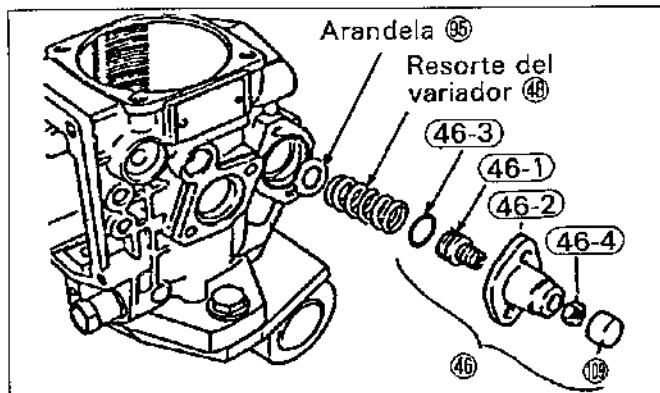
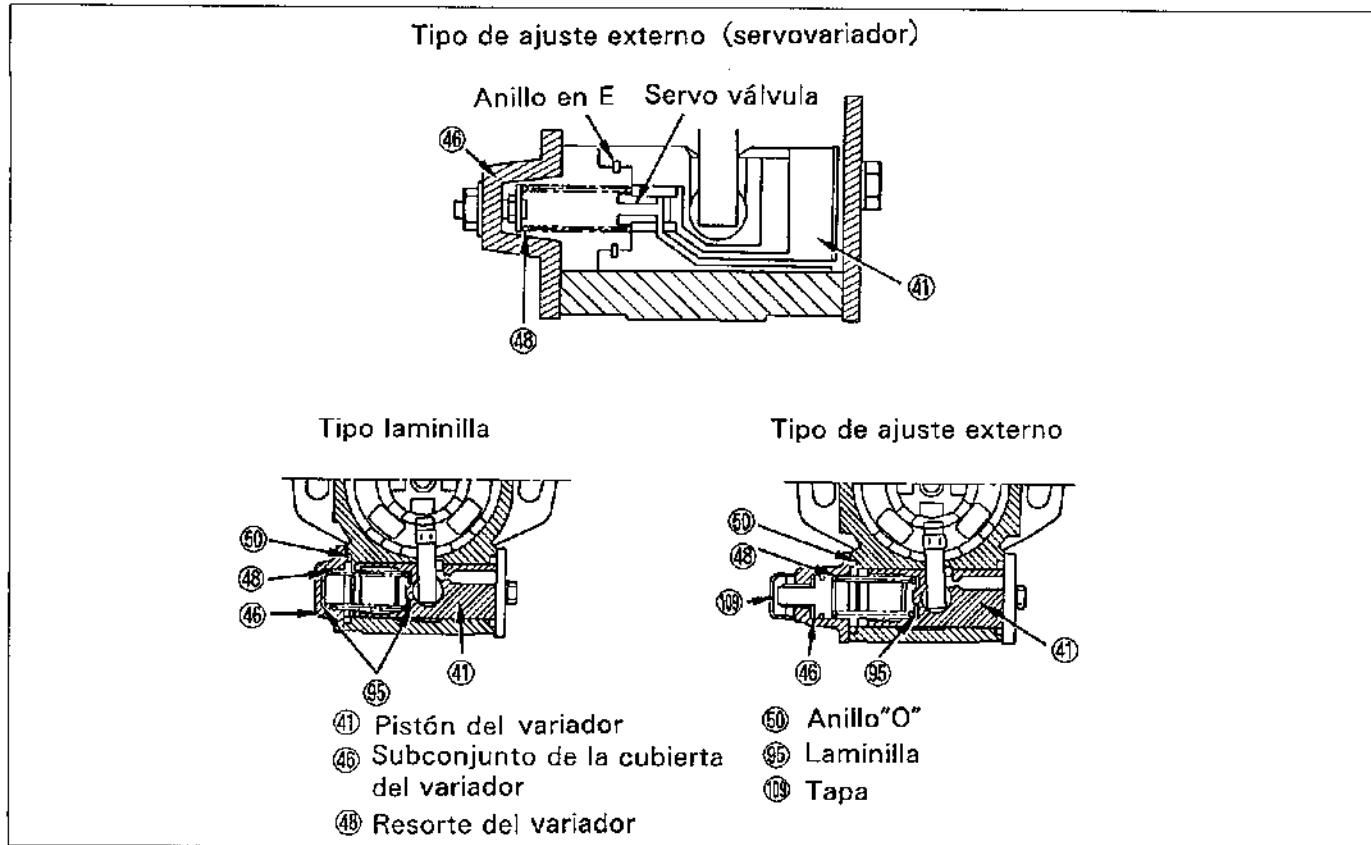

Figura.14-17 Instalación del tipo ajuste externo
Figura.14-18 Variadores de tipo ajuste de laminilla y tipo ajuste externo
La tapa ⑯ se adapta a presión sobre la tuerca ⑯-4 para evitar ajustes no autorizados. (Vea la figura.14-17 y figura 14-18)